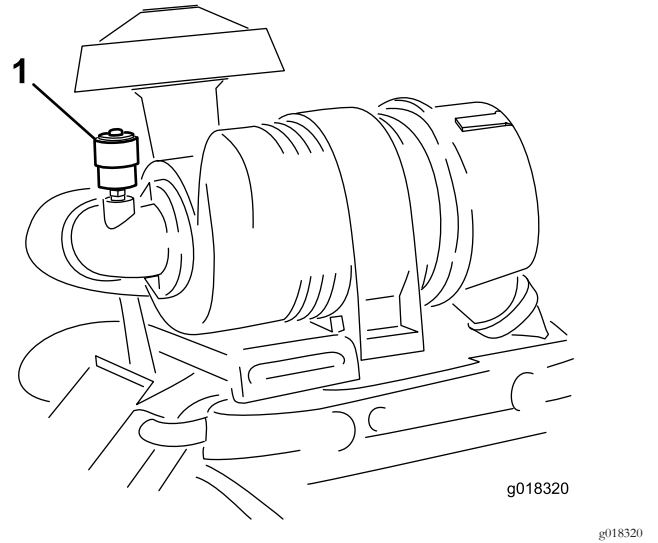

图43
注意 仅在维护指示器图43要求时维护空气滤清器滤芯。如果是在必须更换之前才更换空气滤清器只会增加灰尘在滤清器拆下时进入发动机的几率。
6. 如果指示灯显示为红色请重设 图43。